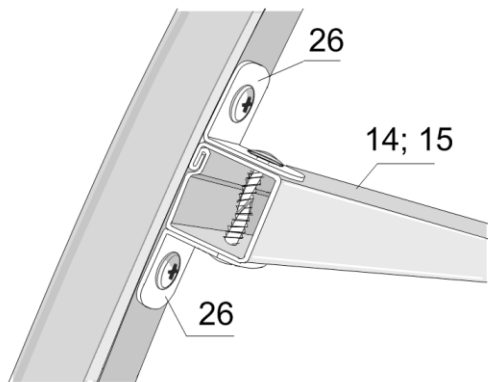

Рис. 11
- ✓ К стрингерам № 14н; 14; 15н; 15 в местах крепления арок, обозначенные уколком, присоедините уголки 90° №26 (см. рис. 11).
- ✓ К верхней торцевой дуге №1 присоедините три стрингера №14 саморезами 4,2x16 через уголки №26 (см. рис. 11).